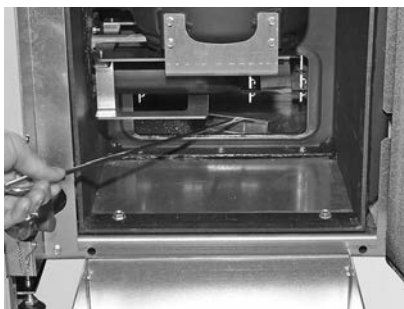

Fig. 95 Éliminer les cendres en dessous de la surface d'échange dans le tiroir à cendres1
- Éliminer les cendres en dessous de la surface d'échange à l'aide du grattoir1 dans le tiroir à cendres1 – Fig. 95.